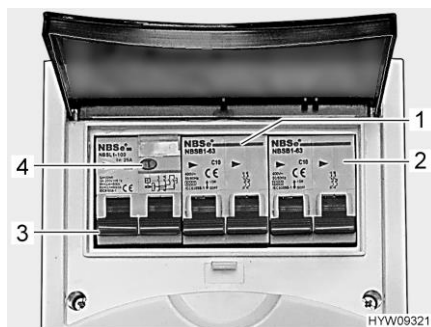

Fig. 106 Interruptor de protección de línea e interruptor FI (caja de fusibles de 230 V)
Un interruptor de corriente de defecto (interruptor FI) (Fig. 106,3) en la caja de fusibles asegura el vehículo completo contra corriente de defecto (30 mA).
El interruptor de protección de línea conectado en serie (10 A) (Fig. 106,1) asegura las cajas de enchufe de 230 V, el bloque eléctrico, el cargador adicional y el frigorífico.
En los vehículos con equipamiento especial, p. ej. la instalación de aire acondicionado en el techo, un interruptor de protección de línea adicional (16 A) (Fig. 106,2) asegurará el aparato.
- Si el vehículo está conectado a la alimentación de 230 V, pulsar la tecla de prueba (Fig. 106,4). Se debe activar el interruptor de corriente de defecto (FI).